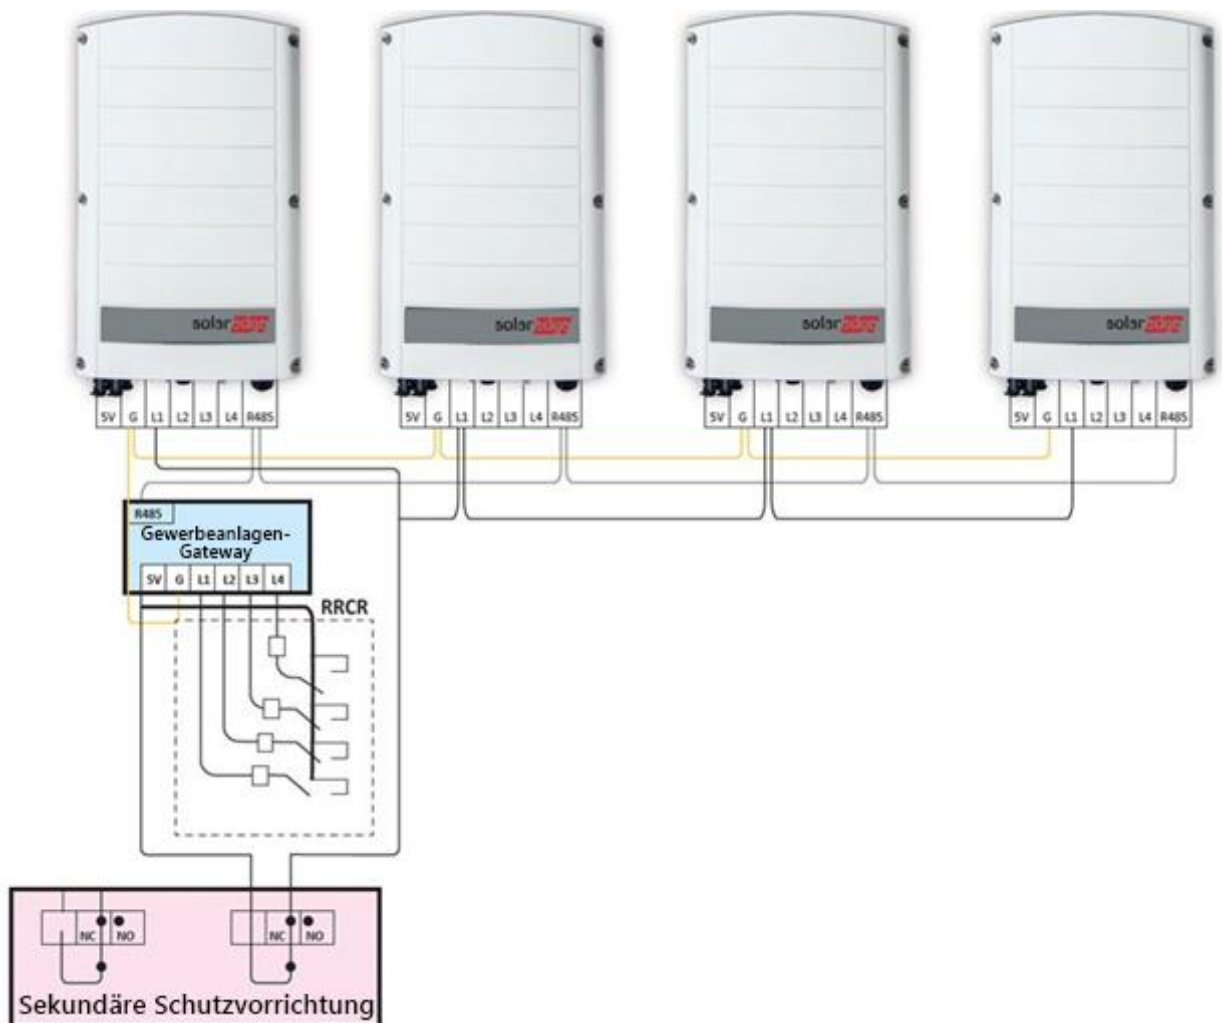

Abbildung 5: System mit mehreren Wechselrichtern, RRCR und Gewerbeanlagen-Gateway
- **Version 1.3, September 2018** – fehlende Erdungsverbindung zwischen Wechselrichter und Gewerbeanlagen-Gateway in Abbildung 5 hinzugefügt und CCG in Gewerbeanlagen-Gateway geändert
Um die Relais der Wechselrichter steuern zu können, wird die sekundäre Schutzvorrichtung mit dem Stecker für die Leistungsreduzierungsschnittstelle (Power Reduction Interface, PRI) auf der Kommunikationskarte der Wechselrichter verbunden. Bei einer Installation mit einem Gewerbeanlagen-Gateway wird das Gerät mit dem PRI-Anschluss des Gewerbeanlagen-Gateways verbunden, siehe Abbildung 5: System mit mehreren Wechselrichtern, RRCR und Gewerbeanlagen-Gateway.